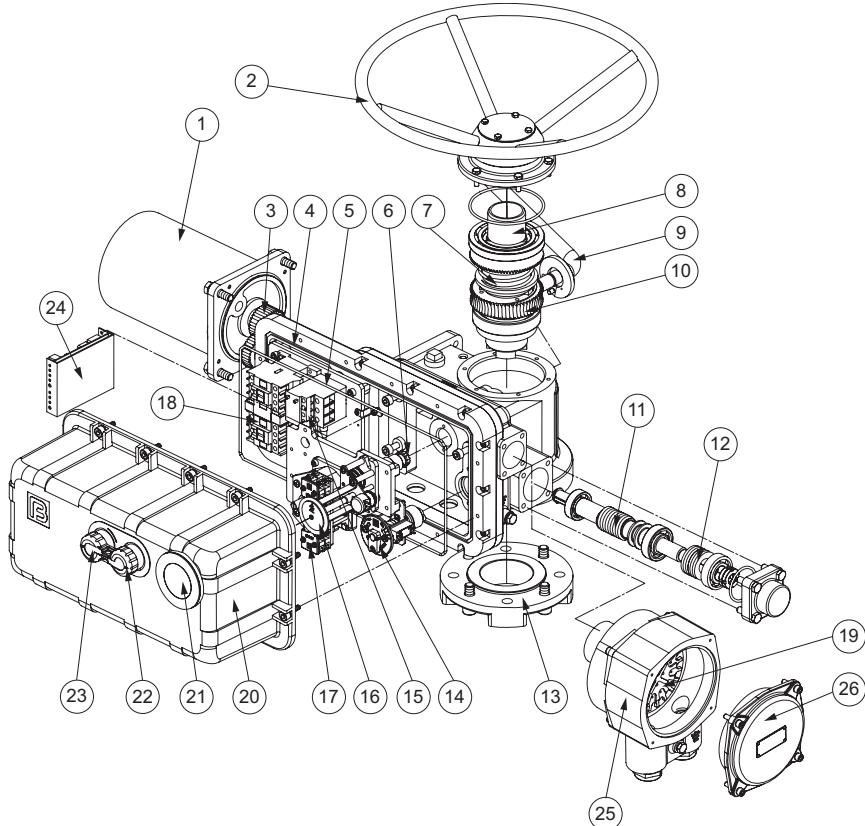

Рис.1 Электроприводы типа ГЗ-ВА, ГЗ-ВБ КСК
2.1 Электроприводы типа ГЗ-ВА, ГЗ-ВБ КС (рис. 1)
Двухсторонняя муфта ограничения крутящего момента (13) (рис. 1) состоит из червячного вала (10), сбалансированного по осевым перемещениям тарельчатыми пружинами (11) и ограничителя крутящего момента с пластиной С (рис 3).
Вращение от электродвигателя (1) (рис. 1) через прямозубую цилиндрическую шестерню (3) передаётся на червячный редуктор (9, 10), который обеспечивает вращательное движение выходного вала (7) и через кулачковую муфту преобразуется в поступательное движение штока затвора арматуры.
Ограничитель хода выходного вала (14) (рис. 1) через переходной вал (5) механически связан с выходным валом (7) электропривода. После надлежащей настройки ограничитель хода выходного вала соответствует определенным положениям затвора. При достижении затвором арматуры этих положений срабатывают соответствующие микровыключатели, отключая электропитание электродвигателя.
Индикатор положения затвора арматуры (15) (рис. 1) механически связан с ограничителем хода выходного вала. После надлежащей настройки указания индикатора соответствуют определенным положениям затвора арматуры независимо от режима работы электропривода – ручного или электрического.